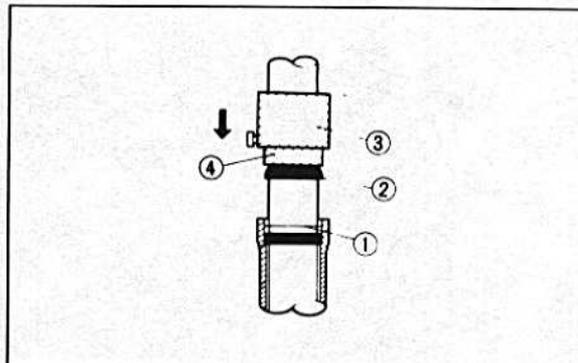

Bild 336
- Den Öldichtring in das äussere Gabelrohr einpressen (Bild 336).